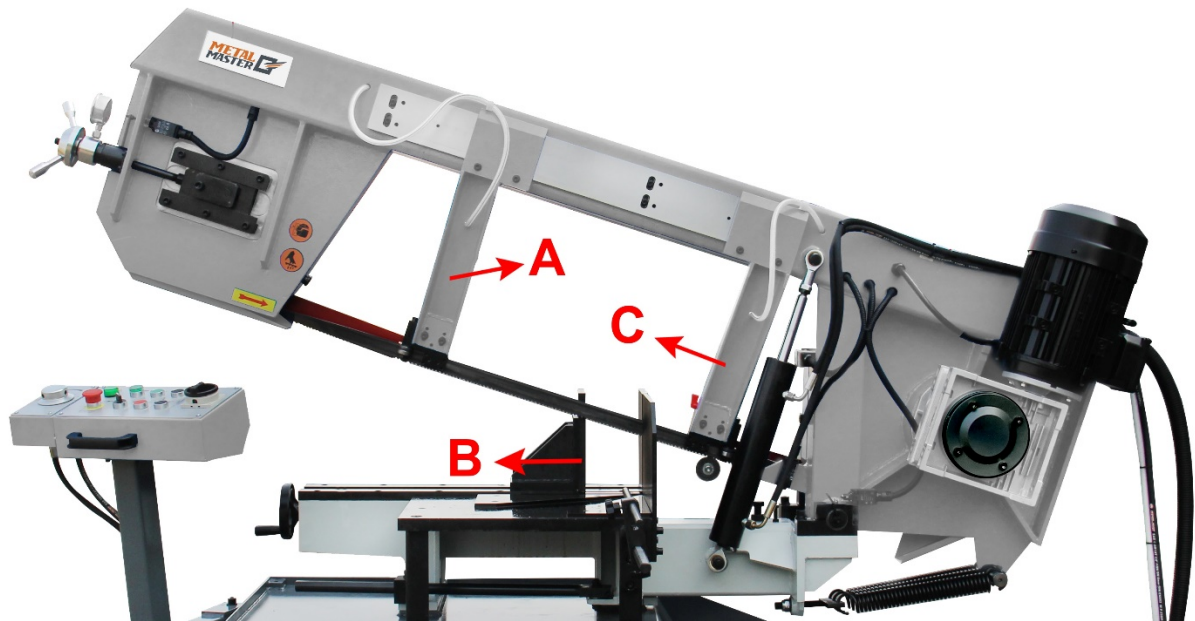

Рисунок 7
5. Убедитесь, что кронштейн левой направляющей полотна (А) (Рисунок 7) размещен как можно ближе к левой губке тисков (В).
6. Включите устройство. Включите подачу СОЖ переключателем (Е) (Рисунок 8) и отрегулируйте расход СОЖ, вращая рычаг (С) (Рисунок 7).